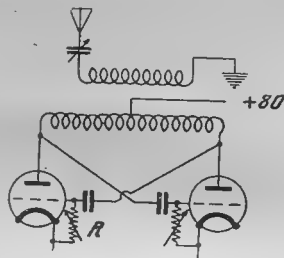

Рис. 1. Схема приемника.
Сотрудник Нижегородской Радиолaborатории В. Л. Максимов, автор „Микродрива“, сконструировал оригинальный сверхрегенеративный приемник. Схема (рис. 1) представляет собою двухтактную „схему Флоззинга“, в которой сверхрегенерация достигается изменением величины утечки сетки (R) или сеточного конденсатора, или, наконец, обоях их вместе.
В схеме (рис. 1) показаны отдельные мегомы — их можно для удобства manipulationировать в один; величина его должна изменяться от 2 до 8—10 мегом. Сеточные конденсаторы берутся по 200 см; обязательна хорошая изоляция гнезд ламп и отсутствие больших утечек в конденсаторах.